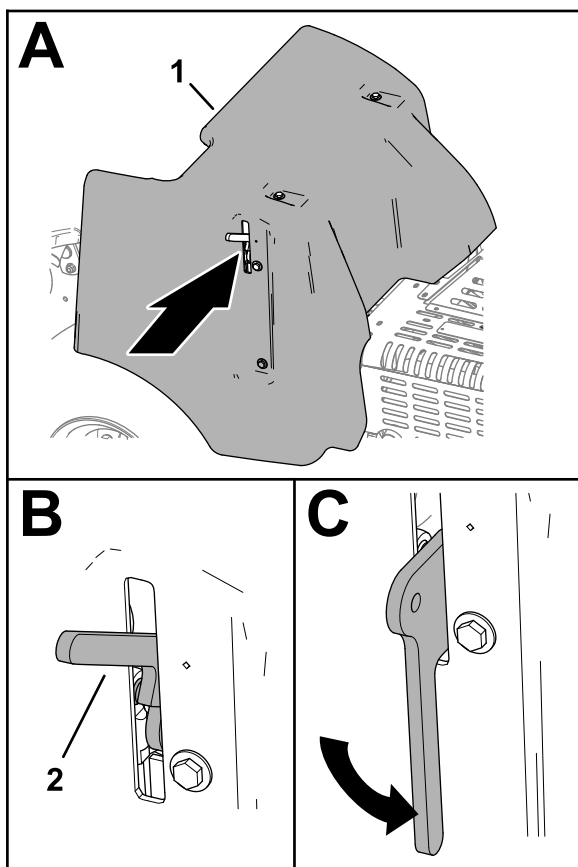

Figure 146
3. Abaissez complètement le levier du verrou pour fixer le protège-courroies en place (Figure 146).